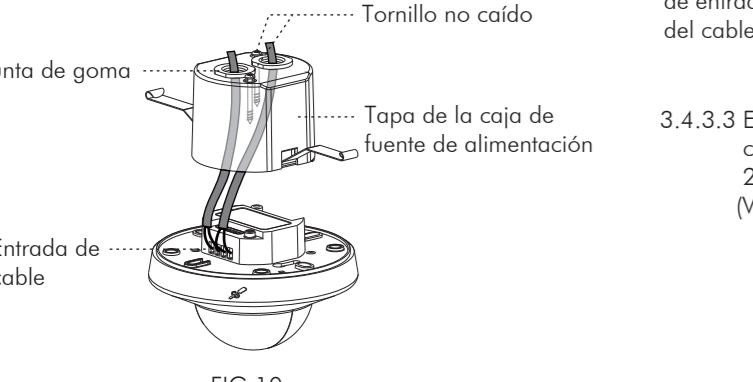

FIG.10
3.4.2.2 Utilice un destornillador para romper la junta de goma sobre la tapa de la caja de fuente de alimentación, luego introduzca los cables a través de ella (Ver FIG.10).
3.4.3.7 Utilice un destornillador para romper la junta de goma sobre la tapa de la caja de fuente de alimentación, luego introduzca los cables a través de ella (Ver FIG.10).